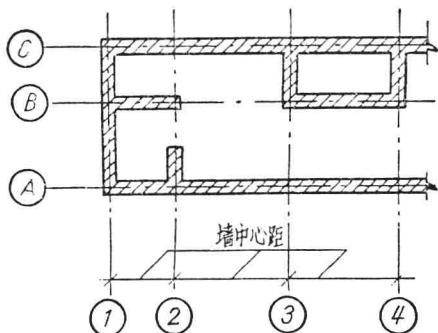
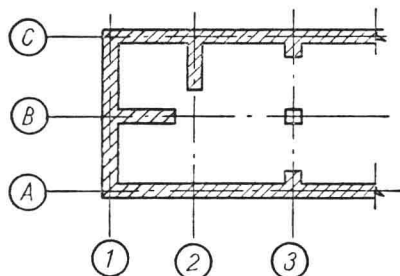

图 6 墙中心距注法
图 7
(4) 查看墙中心距。在有些房屋中, 遇到没有柱子的情况下, 轴线编号是按承重墙(搁置梁或板的墙)来编的, 例如附图一。墙中心距就是一垛墙的中心到相邻另一垛墙中心之间的距离, 如图 6。如果在建筑物中, 有柱又有承重墙, 则可把柱和承重墙混在一起编, 如图 7。承重墙编号的作用与柱子相同。